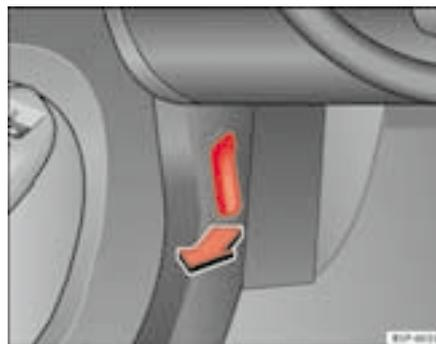

Fig. 138 Detalle de la zona reposapiés del lado del conductor: palanca para el desbloqueo del capó del motor.
- Tire de la palanca que se encuentra bajo el tablero de instrumentos ⇒ página 212, fig. 138 en el sentido que indica la flecha. El capó queda desbloqueado por la acción resorte del muelle ⇒ .